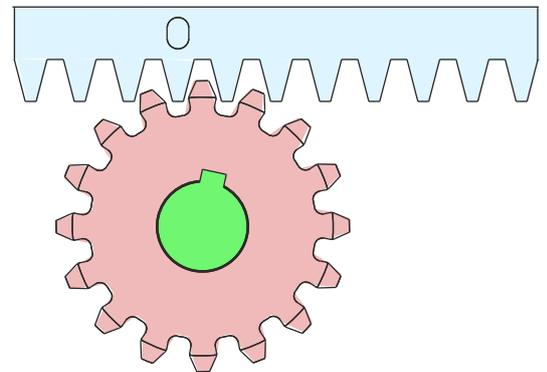

Fig. 12
**⚠ MAINTENIR UN JEU D'ENVIRON 0,5 mm ENTRE LE DENT DU PIGNON ET LE DENT DE LA CRÉMAILLÈRE POUR ÉVITER QUE LE POIDS DU PORTAIL REPOSE SUR LE PIGNON - FIG. 12**